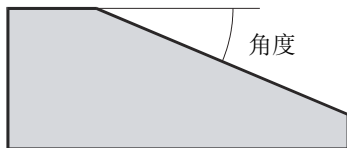

图 4-6 楔块角度
- a) 选择**楔块角度**，然后输入楔块的角度（参见第 104 页的图 4-6）。